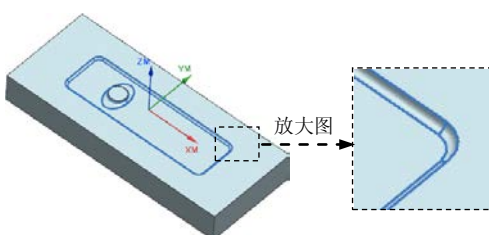

图 7.10 查看壁几何体
Step3. 在“切削区域”对话框中选中 ☒ **自动壁** 复选框, 单击 **指定壁几何体** 后的  查看壁几何体(图 7.10)。